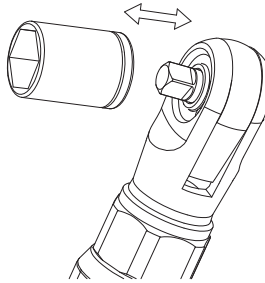

Fig. 3
1. Inserte un accesorio en el eje (ver Fig. 3).
Siempre siga los procedimientos siguientes para quitar un accesorio. Extraiga el zócalo del yunque de la unidad de salida directamente. (ver Fig. 3)